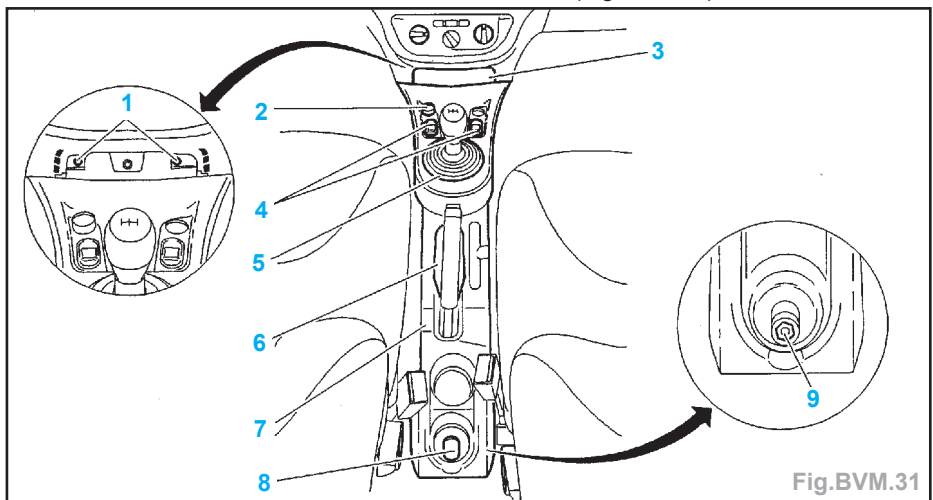

Fig.BVM.31
- Déposer (Fig.BVM.31) :
- le cache avant (3),
- le cache arrière (6),
- le cache arrière (8),
- les vis (1),
- l'allume-cigares (2),
- les boutons de lève-vitres (4),